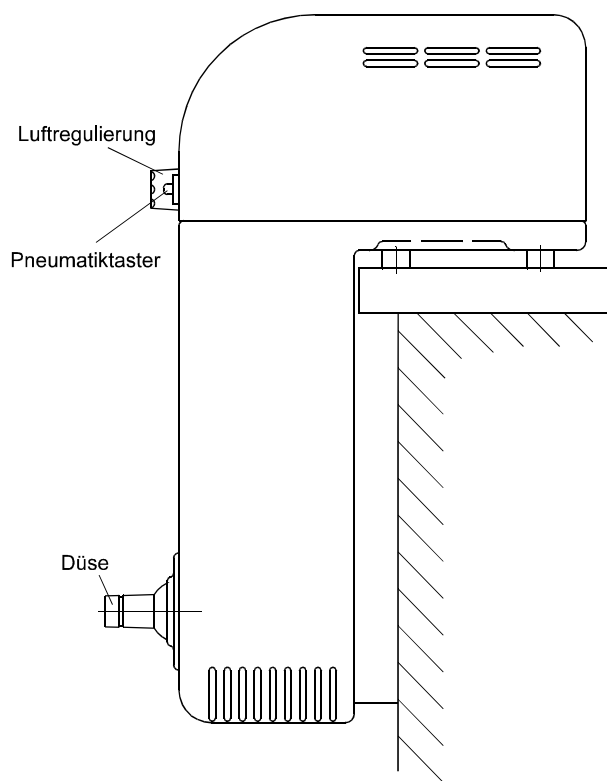

Bild 2
1. Das Ein- und Ausschalten der Anlage wird durch Druck auf den in der Haube eingebauten Pneumatiktaster vorgenommen (Bild 2). Der Taster kann vom Becken aus betätigt werden.
2. Die Luftregulierung ermöglicht es, über die Düse Luft anzusaugen um so einen Perlbadeffekt zu erreichen. Die Luftmenge ist vom Becken aus einstellbar (Bild 2).